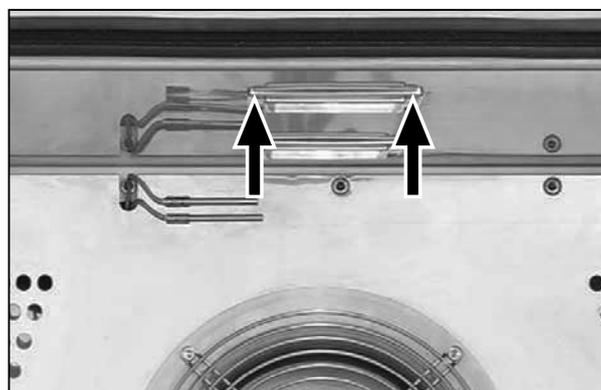

Fig. 42 Illuminazione interna
1. Svitare le quattro viti di fissaggio della lastra di vetro posta sulla parte superiore della camera e rimuoverla (Fig. 42).